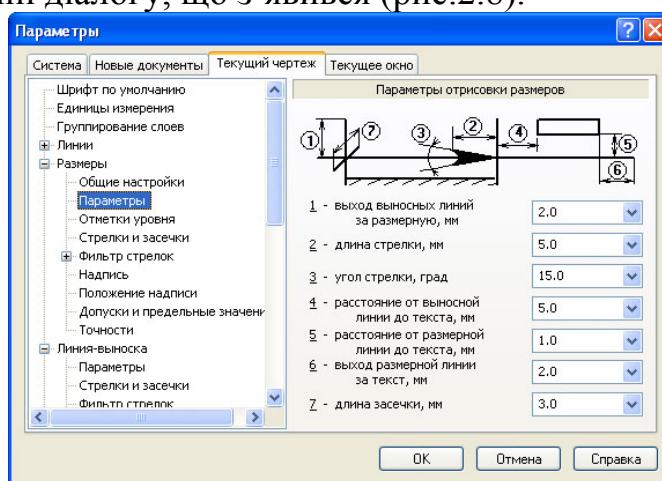

Рисунок .2.8. Пункт головного меню Сервис - Параметры з відображенням зміни властивостей розмірів поточного креслення
8. Щоб змінити параметри розмірів у поточному документі, викличте команду Сервис - Параметры... - Текущий чертеж (фрагмент). Розкрийте розділ Размеры в лівій частині діалогу, що з'явився (рис.2.8).